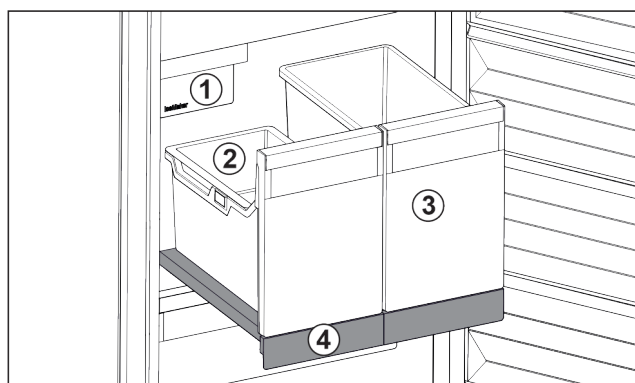

Fig. 24 Wysuwana półka z IceTower
- (1) IceMaker
- (2) Półka zawieszana na kostki lodu
- (3) Pojemnik, np. na pizzę, napoje alkoholowe
- (4) Wysuwana półka
Na wysuwanej półce znajdują się dwa wysokie pojemniki (IceTower). W pojemniku Fig. 24 (2) zbierane i przechowywane są kostki lodu z IceMaker. Pojemnik Fig. 24 (3) nadaje się do przechowywania wysokich artykułów spożywczych, takich jak pizza i napoje alkoholowe.